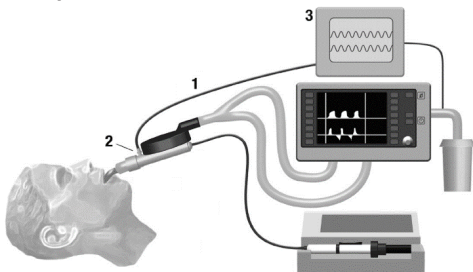

Рис. 1
1. Подсоедините линию отбора проб газов Н (1) к порту отбора проб газоанализатора Sedaconda ACD (2), как показано на рис. 1. Поверните люэровский коннектор по часовой стрелке для надежной фиксации, чтобы предотвратить утечку газов в месте соединения.
2. Подсоедините линию отбора проб газов (1) к анализатору дыхательных газов (3). Поверните люэровский коннектор по часовой стрелке для надежной фиксации, чтобы предотвратить утечку газов в месте соединения.